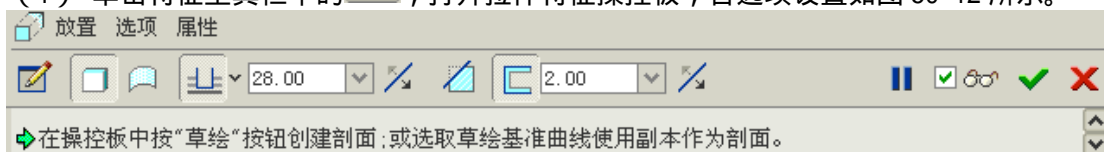

图 50-12
- (1) 单击特征工具栏中的 ，打开拉伸特征操控板，各选项设置如图 50-12 所示。